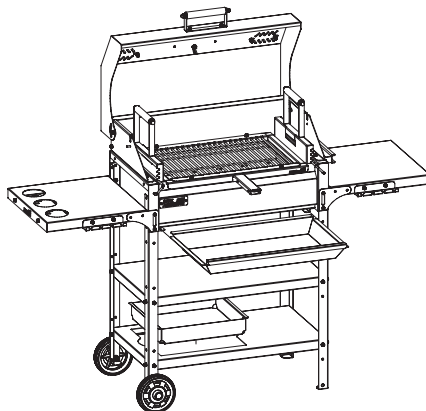

Рис. 43.
- Вставить лоток (поз. 10) в отверстие на нижней полке, как показано на рис. 43.